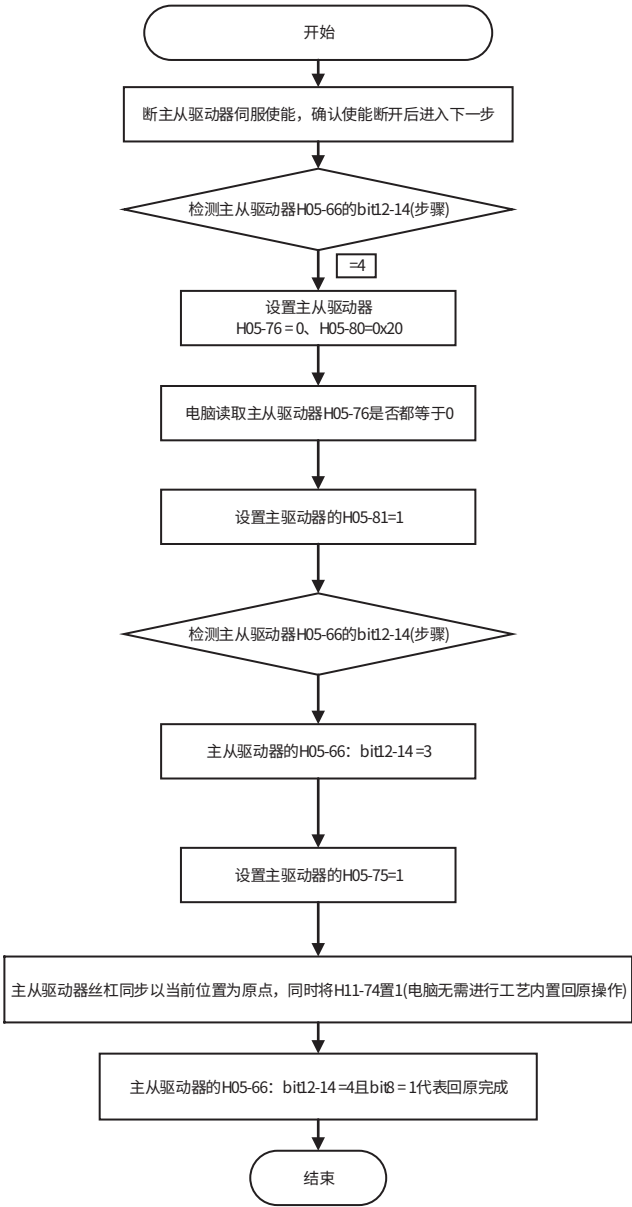

图 A-5 双丝杆双丝杆回零模式流程图 1
- 1) 以当前位置为原点的回原流程如图 A-5 所示，包括丝杠同步回原和工艺内置回原，电脑无需进行工艺内置回原（H11-74 置 1）。